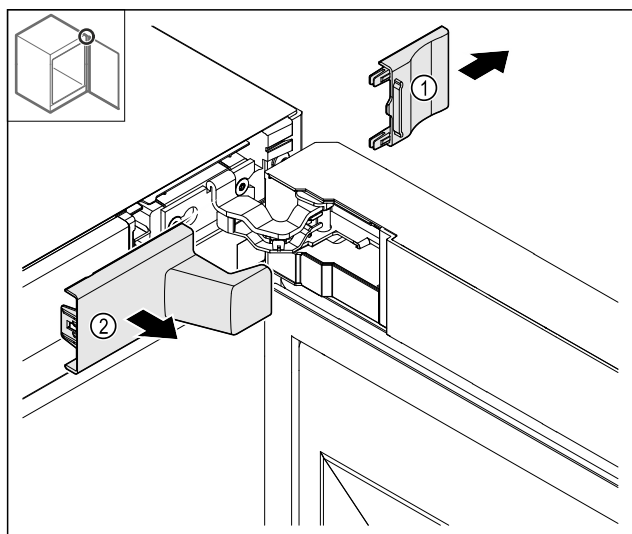

Fig. 14
► 移除盖板 Fig. 14 (1)和 Fig. 14 (2)。